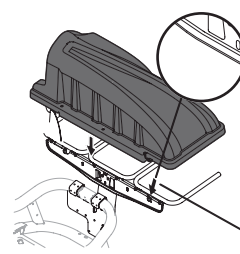

Figura 15
6. Instale la cubierta de la embolsadora en el conjunto del colgador, como se ve en la Figura 15. La cubierta va dentro de las dos lengüetas de montaje.